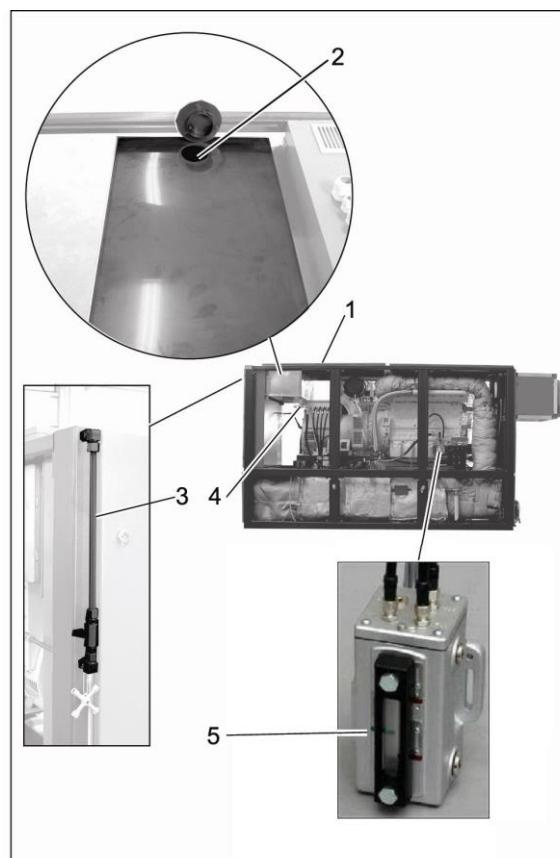

Рис. 5 Дополнительный бак для свежего масла и автоматические устройства системы смазки
- Снять звукоизолирующую обшивку спереди сверху (Рис. 5, поз. 1).
- Залить моторное синтетическое масло из резерва через заливной патрубок на дополнительном баке для свежего масла (Рис. 5, поз. 2).
- Кран для дозаправки на масляном баке в положении "ОТКР" (Рис. 5, поз. 4)